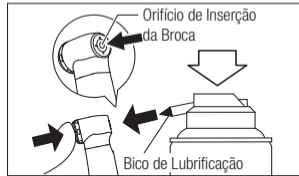

Fig. 9
- 2) Lubrifique o sistema de fixação diretamente pelo orifício de inserção da broca. (Fig.9)